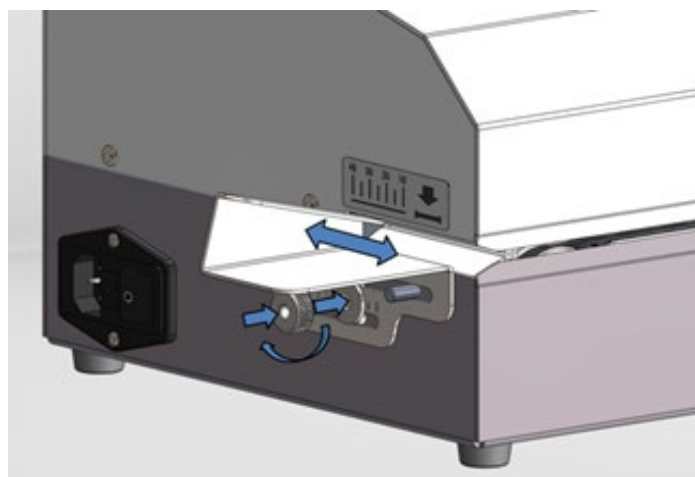

Figura 2 Instalación de la guía
6. Instalación de la placa guía: gire la tuerca del lado izquierdo del dispositivo en sentido antihorario y retire la junta de plástico para protegerla. Después de colocar la placa guía como se muestra en la Figura 2, gire la arandela y apriete la tuerca en sentido horario, y ajuste el tamaño del margen ;